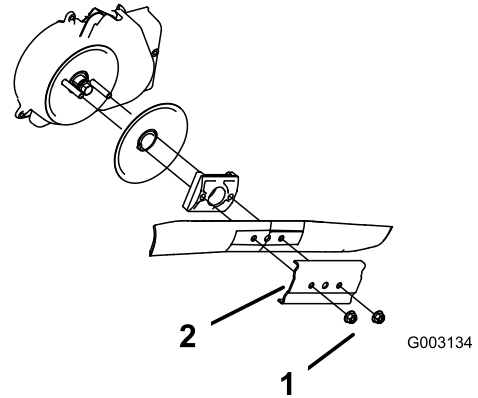

Figura 44
3. Retire las 2 tuercas de la cuchilla y el refuerzo (Figura 44).
4. Retire la cuchilla (Figura 44).
5. Instale la cuchilla nueva (Figura 44).